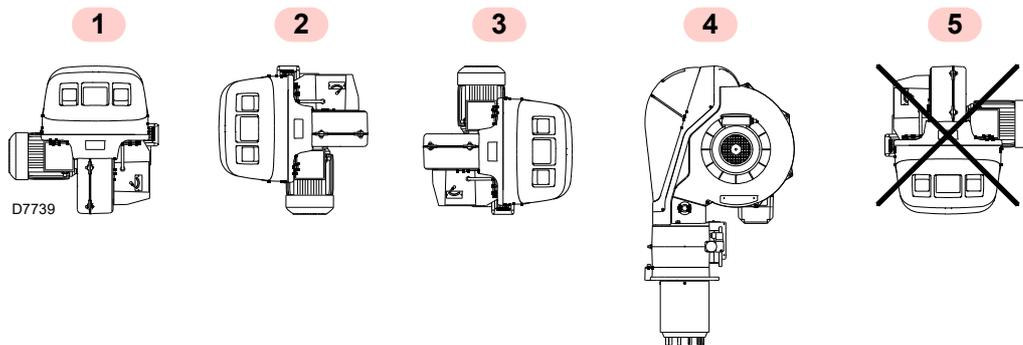

Fig. 11
- Le brûleur est exclusivement prévu pour fonctionner dans les positions 1, 2, 3 et 4 (Fig. 11).